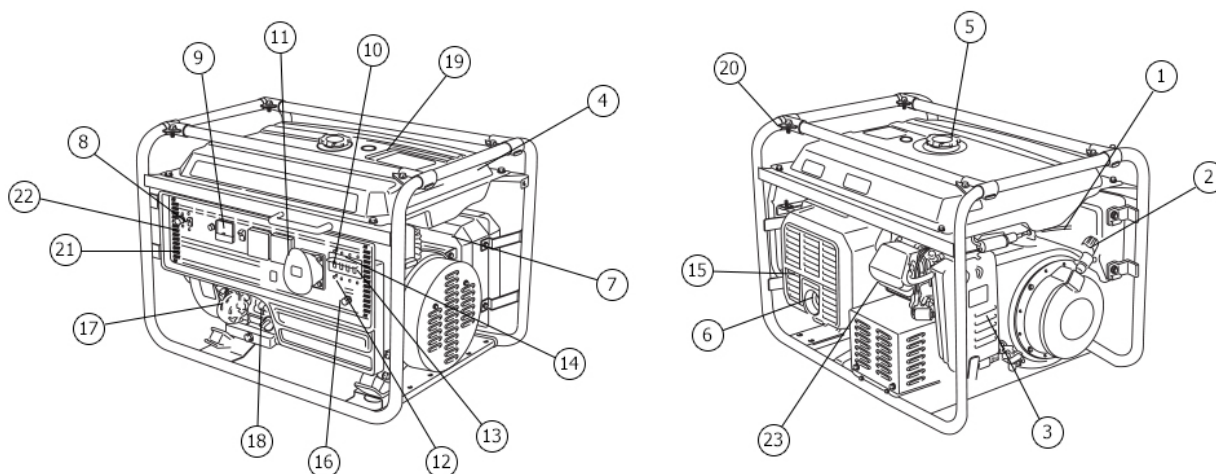
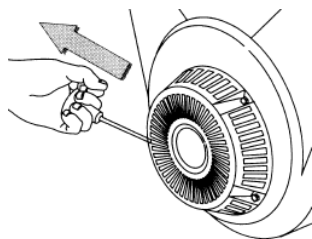

Рис. 1*
Рис. 3
- При установке генератора следует подключить к резьбовой клемме (поз. 18) (рис. 1) проводник заземляющего устройства, удовлетворяющего требованиям раздела «Обеспечение требований безопасности».
5. Плавно вытянуть до упора трос ручного стартера за ручку (поз.2 рис.1) и вернуть в исходное положение (см. также рис.3)
7. При ручном пуске, придерживая генератор за раму, резко с интенсивным усилием вытянуть трос ручного стартера до упора (рис.3), повторив действие несколько раз при необходимости. Если двигатель не запускается, следует изменить положение рычага воздушной заслонки, сдвигая его вправо тем больше, чем выше температура двигателя и окружающего воздуха при использовании бензина или повторить кратковременное нажатие кнопки регулятора при работе на газе, затем повторить пуск. Включение электрического стартера производится поворотом ключа выключателя в крайнее правое положение «ПУСК». Сразу после пуска двигателя отпустить ключ выключателя для обеспечения его самовозврата в среднее положение. При срабатывании защиты нажать сброс после остывания автоматического выключателя.